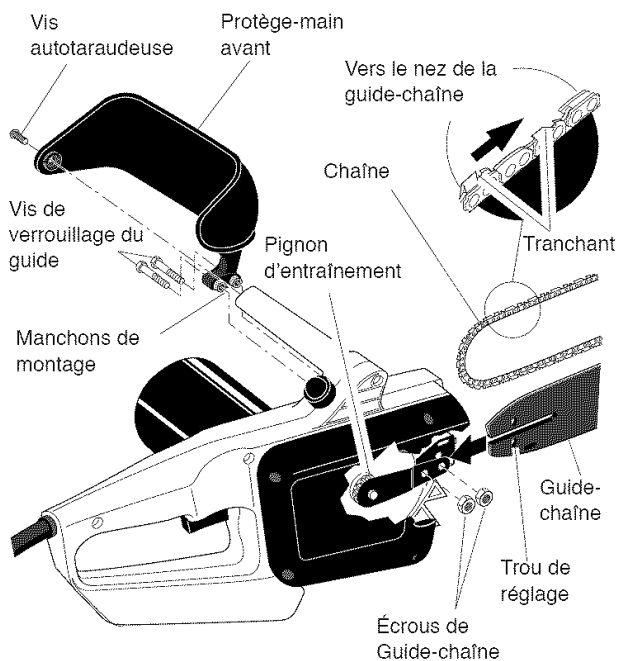
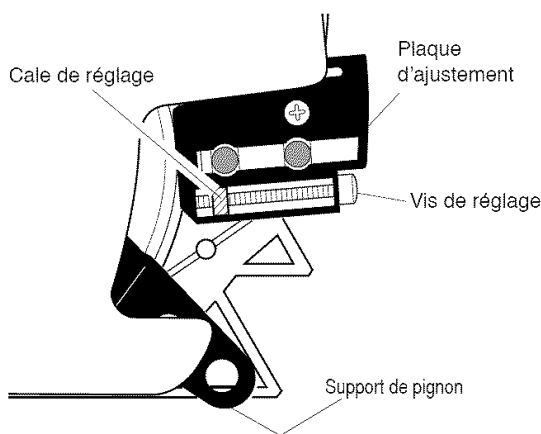

Figure 2 - Assemblage du guide-chaîne, de la chaîne et du protège-main
Figure 3 - Emplacement des pièces pour l'assemblage du guide-chaîne
- deux (2) boulons de guide-chaîne
- deux (2) écrous de guide-chaîne
- une (1) vis autotaraudeuse à tête Phillips
2. Installez le protège-main avant sur le corps de la scie. Pour ce faire, enfoncez les deux (2) manchons de montage du protège-main dans les trous de forme hexagonale du corps de la scie (voir la Figure 2).
4. Tournez la vis de réglage dans le sens antihoraire (voir la Figure 3). Continuez de tourner la vis de réglage jusqu'à ce que la cale de réglage arrive à l'arrière de la plaque d'ajustement.
8. Placez la chaîne autour du pignon d'entraînement de la chaîne, puis le long de la rainure supérieure du guide-chaîne et autour du nez du guide-chaîne. **Remarque :** Assurez-vous que les bords de coupe de la chaîne sont orientés dans la bonne direction. Positionnez la chaîne de manière à ce que les bords de coupe du haut du guide-chaîne soient orientés vers le nez du guide-chaîne (voir la Figure 3).
1. Antes de regular la cadena, asegúrese que las tuercas de la barra guía estén solamente ajustadas a mano (voir la Figure 3). También asegúrese que el bloque de regulación esté en el orificio ovalado de regulación de la barra guía (voir les Figures 2 y 3).